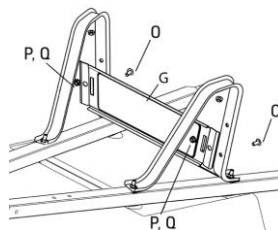

fig. 4
9. Placez le support de patte (G) le long de la patte arrière (fig. 4).
10. Fixez sans serrer au moyen de 2 des boulons de 8 x 20 mm (O) et des rondelles-frein et écrous (fig 4).